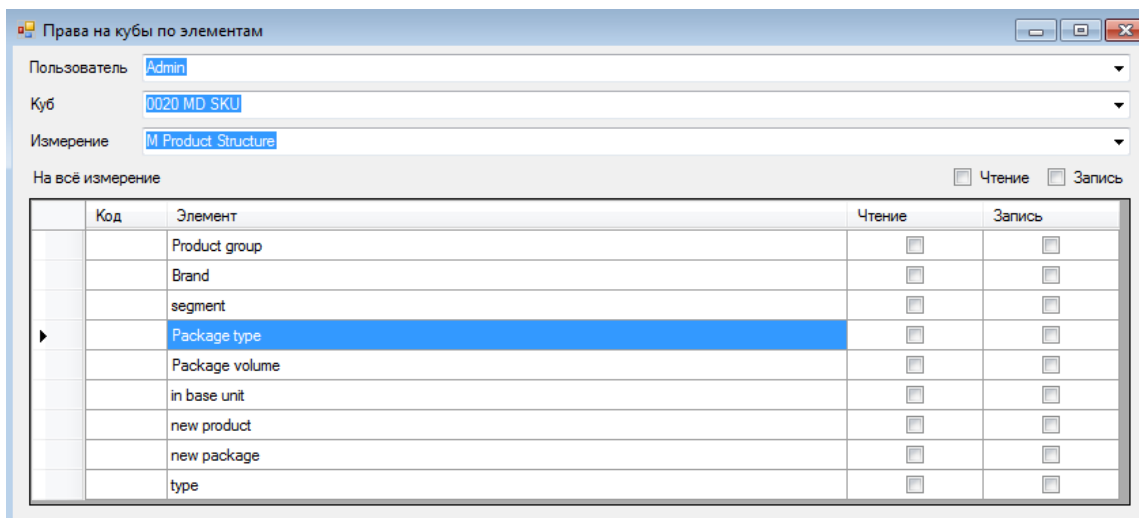

Рисунок 12. Окно настройки прав пользователей на кубы по элементам измерений.
- Элементы – открывает диалоговое окно для настройки прав доступа отдельных пользователей или групп пользователей к отдельным элементам измерений кубов модели (рисунок 12).